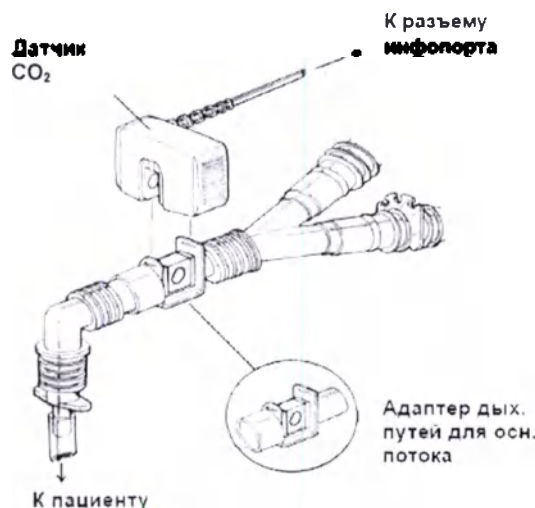

Рисунок 3-15. Схема подключения модуля капнографа прямого потока.
- Вставить вентиляционный адаптер между коленчатым патрубком и тройником контура искусственной вентиляции легких в соответствии со схемой на рис. 3-15.